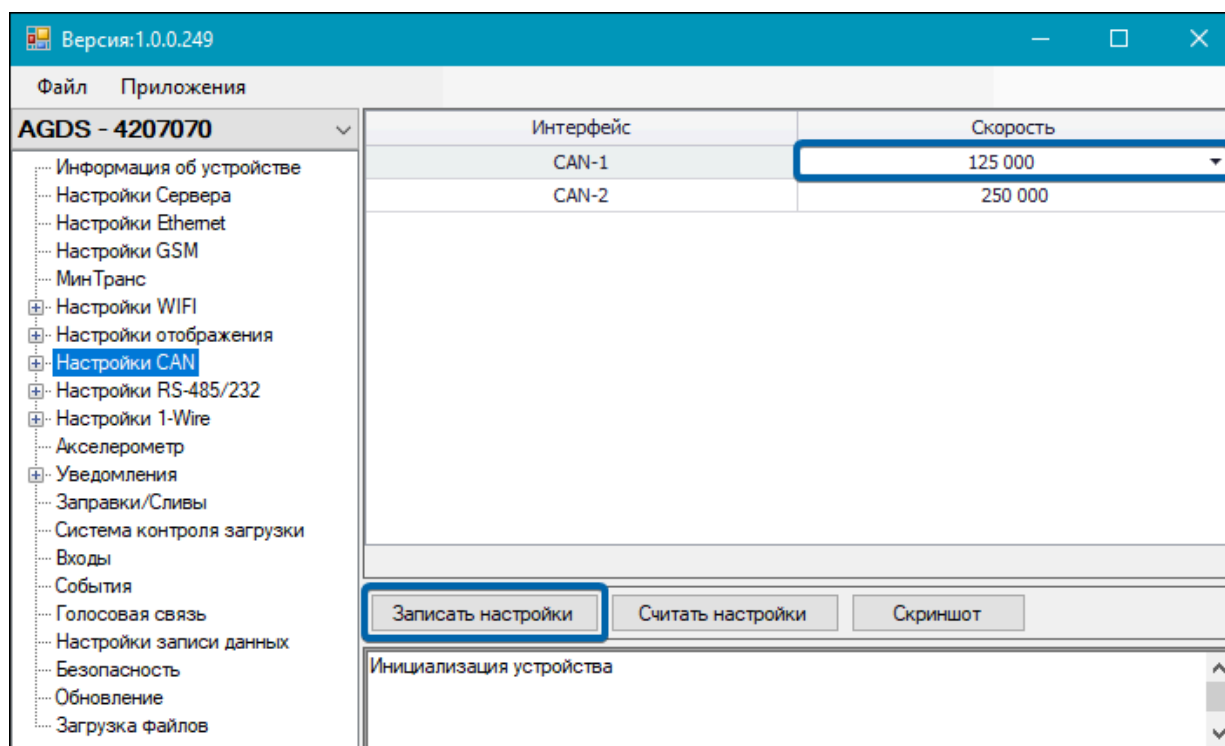

Рис.80. Настройка скорости передачи данных для интерфейса CAN1
2. Выберите в списке программы-конфигуратора пункт «Настройки CAN» (**Рис.80**).